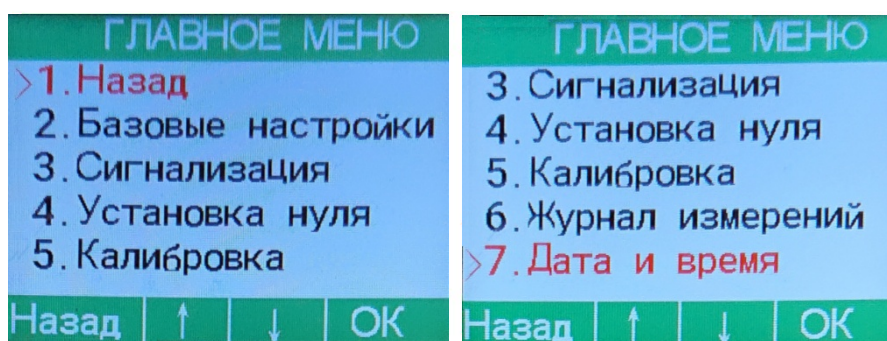

Рисунок 31 — Главное меню
3.5.4.4 Нажатие кнопки «ОК» выполняет вход в главное меню (рисунок 31). Главное меню представляет собой многоуровневый список. Перечень параметров указан в таблице 8.